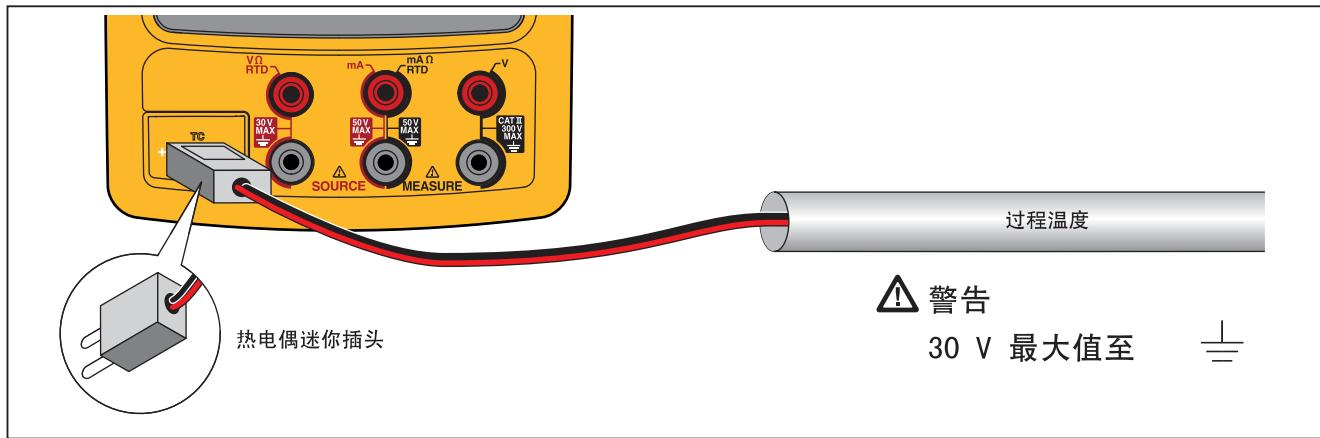

图 15. 使用热电偶测量温度
1. 将热电偶导线连接到正确的热电偶迷你插头，再到热电偶输入/输出端。请参阅图 15。